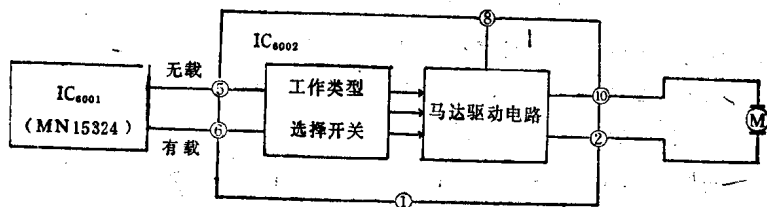

图1-2 NV-370带盒驱动电路
例4 磁带不能自动进入带仓。用手推入，放像等功能正常，但当按出带键时，磁带又不能自动出来。打开上盖，将磁带推入带仓，测量装带电机两端无工作电压，从而不能自动装带。该电压是由IC₆₀₀₁(MN15324)输出装带指令由IC₆₀₀₂(BA6209)输出的。如果IC₆₀₀₁、IC₆₀₀₂损坏均可造成无电机驱动电压。IC₆₀₀₁的⑧脚电压是否变化决定了装带指令是否输出，正常装带时该脚电压应由0V上升为3V。实际测量该电压正常，由此估计IC₆₀₀₂集成电路损坏了。焊下集成电路测其⑥脚和⑩脚之间的正反向电阻均为20kΩ左右。正常情况应为正向22kΩ、反向1MΩ左右。这样可肯定是BA6209内部损坏。BA6209为装带电机驱动电路。当磁带盒插入录像机带仓后，它接到IC₆₀₀₁发出的装带指令，向装带电机正端供电，带盒即随带仓下降到位。当按动出盒键后，它又接到IC₆₀₀₁的卸带指令，向装带电机负端供电，带盒便被送出带仓，其原理见图1-2。根据BA6209的工作特点，图1-2中当IC6002的⑤、⑥脚都为低电平时，电机M不转；当⑤脚为高电平，⑥脚为低电平时电机正转；当⑥